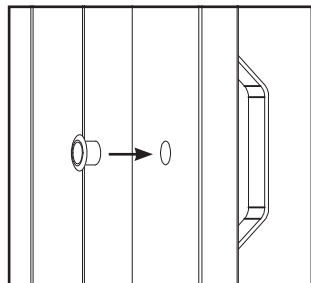

Figura 6. Taladrar previamente para la jaladera
2. Presione la manija de dedo en su lugar como se muestra en la figura 6